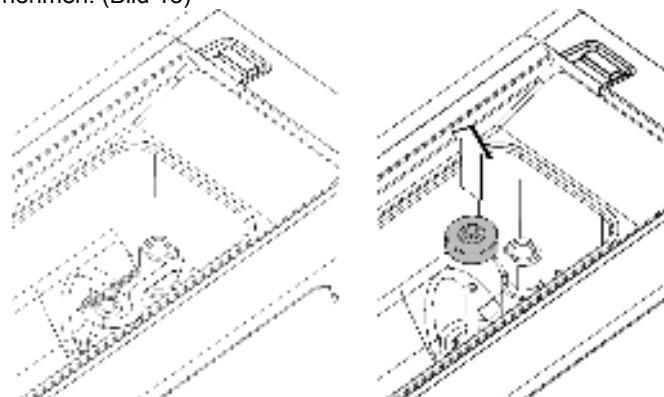

Bild 18
- 4** Die Befestigungsgabel und dann den Schwimmer herausnehmen. (Bild 18)